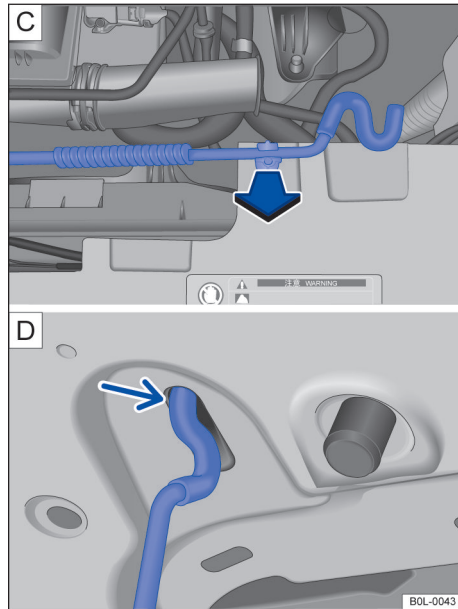

图 132 C 发动机舱内：支架中的发动机舱盖支撑杆；D 发动机舱盖：发动机舱盖支撑杆的支座
- 将发动机舱盖支撑杆沿箭头方向从支座中取出 → 图 132 C，然后插入发动机舱盖上的开口内 → 图 132 D（箭头）。
- 略微上抬发动机舱盖 → ③。
- 摘下发动机舱盖支撑杆，然后卡入前围支架中的支座内 → 图 132 C。